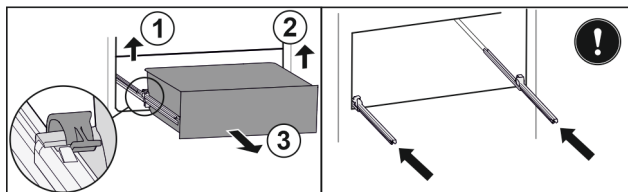

Fig. 95
- ▶ Ridicați clema din stânga și trageți concomitent sertarul din stânga spre înainte. Fig. 95 (1)
- ▶ Ridicați clema din dreapta și trageți concomitent sertarul din dreapta spre înainte. Fig. 95 (2)
- ▶ Extrageți sertarul spre înainte. Fig. 95 (3)